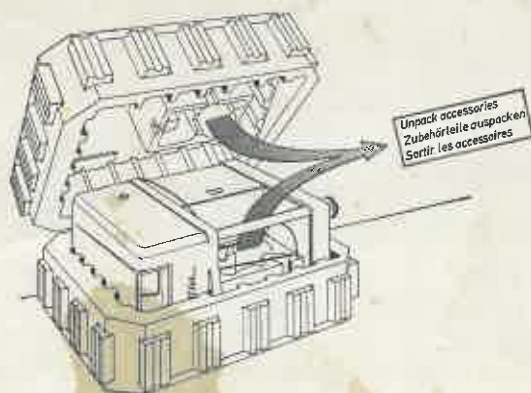

Fig. 1
2. Waage und Zubehörteile aus den beiden Kunststoffhälften sorgfältig auspacken (Fig. 1).
2. Carefully unpack the balance and accessories from the two plastic halves (Fig. 1).
2. Sortir prudemment la balance et ses accessoires des deux demi-coques (fig. 1).